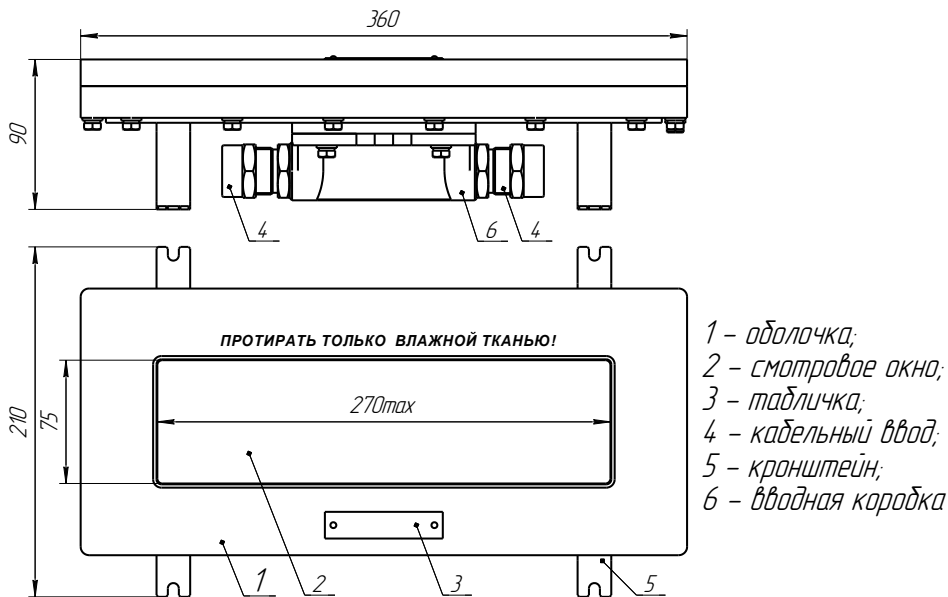

Рисунок 1
1.6.9 На обратной стороне оповещателя (рисунок 1) на вводной коробке выполнена информационная маркировка типа и размера резьбы отверстий под кабельные вводы: «M25x1,5».